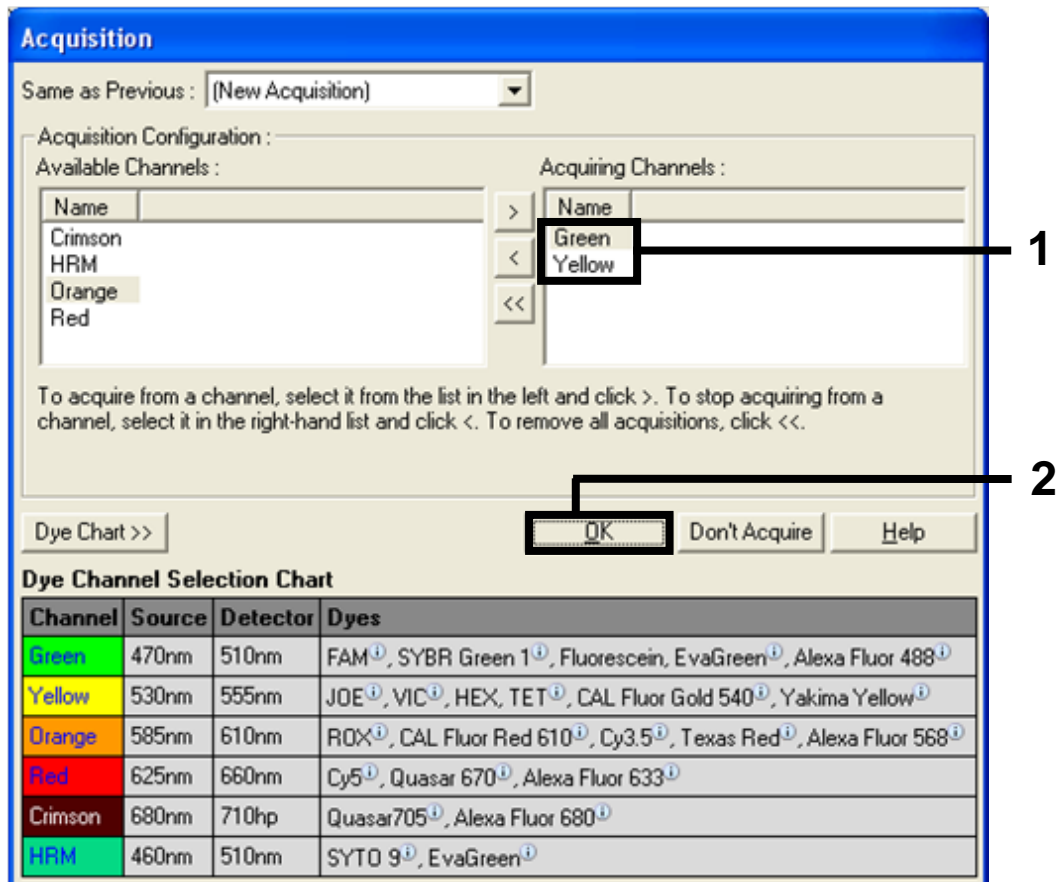

Figura 8. Aquisição de dados no passo de ciclagem de 60 °C.
10. Defina “Green” (Verde) e “Yellow” (Amarelo) como os canais de aquisição, seleccionando o botão “>” para os transferir da lista de canais disponíveis “Available Channels” (Canais disponíveis). Clique em “OK” (consulte a Figura 8).